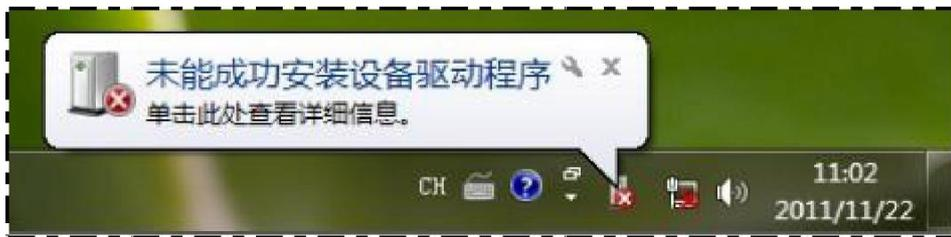

图 5-1 系统提示发现新硬件
2、启动 PC 机，进入 Windows7 操作系统后，系统会提示发现新硬件，并在右下方的任务栏中出现如图 5-1 所示的信息提示，请先不要点击此信息提示，或直接将其关闭；